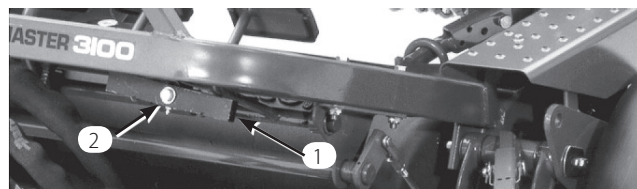

図 47
1. 昇降ピボット裏のナットをゆるめる。（図47）
2. 偏芯ネジ（図47）を回してピボット・スプリングを上下させて調整する。